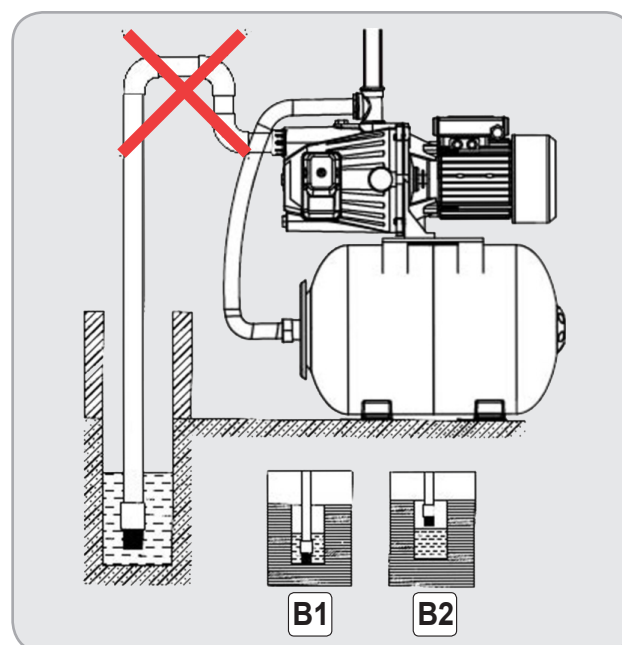

Fig.9
- **Inc corectă** - vezi Fig.9.
Dacă hidroforul preia apa din puțuri sau bazine, trebuie să controlați scăderea nivelului apei în timpul funcționării. Dacă sorbul de admisie ajunge deasupra suprafeței apei (Fig.9 B2), hidroforul va funcționa în gol și trebuie oprit.